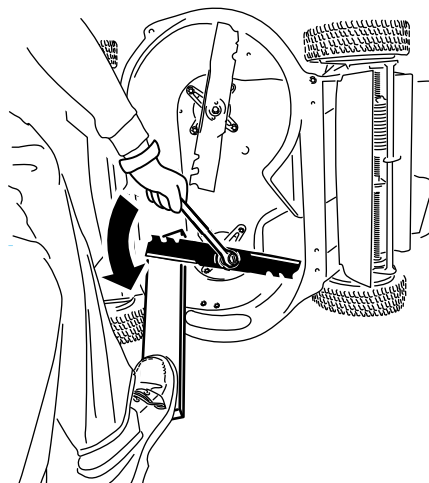

Рисунок 41
1. Используйте деревянную подкладку для неподвижного удерживания каждого ножа и поверните болт крепления ножа против часовой стрелки, как показано на Рисунок 41.